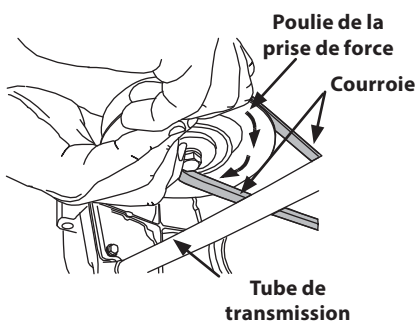

Figure 4-20
- d. Maintenez la courroie vers le bas et continuez de tourner la poulie de la prise de force jusqu'à ce que la courroie soit complètement dégagée de la poulie. Voir Figure 4-20.
11. Tirez sur le côté droit de la courroie et placez le côté plus étroit en forme de « V » de la courroie dans la poulie de la prise de force. Voir Figure 4-20.
12. Tenez la courroie et la poulie, puis faites pivoter la poulie vers la gauche. Voir Figure 4-20. Continuez à tenir et à faire pivoter la poulie et la courroie jusqu'à ce que la courroie soit complètement enroulée autour de la poulie de la prise de force.